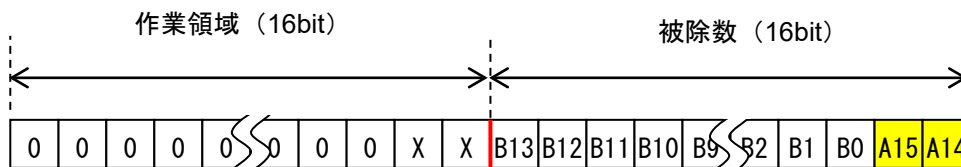

図 3.5 2回目の実行結果
- ④ 次の桁に②と③を行った結果の作業領域と被除数は図3.5に示すようになります。